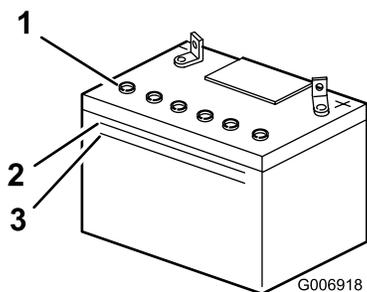

Figura 34
2. Mire hacia el lateral de la batería. El electrolito debe llegar a la línea superior (Figura 34).
Nota: no permita que el electrolito esté por debajo de la línea inferior (Figura 34).
- Retire los tapones de llenado (Figura 34).
- Vierta lentamente agua destilada en cada célula de la batería hasta que el nivel llegue a la parte inferior del tubo (Figura 34).